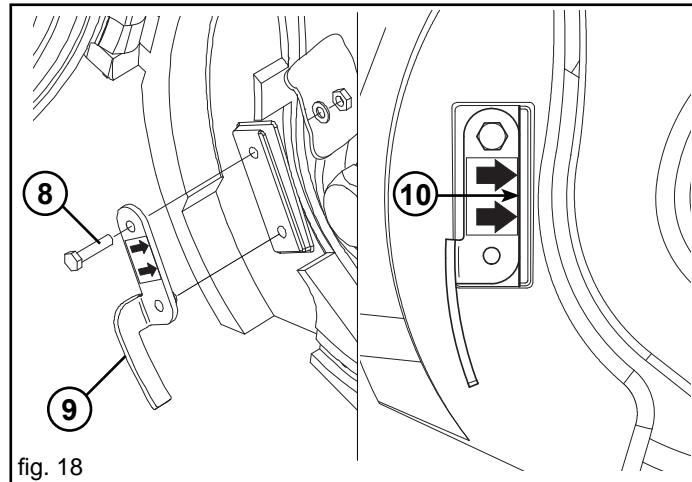

fig. 18
Togliere l'espulsore con semi di grossa pezzatura quali ad es. mais, girasole, soia, arachidi, etc.. Svitare la vite (8, Fig. 18) e togliere l'espulsore (9).
Posizionare l'espulsore seme (9, Fig. 18) come indicato. Tenendolo premuto contro il bordo ricavato nell'apposita sede (10, Fig. 18), bloccarlo con la vite (8) in dotazione. La vite va montata nel solo verso indicato in figura. Non interporre alcun tipo di spessore tra l'espulsore e la propria sede. Verificare che l'espulsore seme sia aderente al disco di semina e che non interferisca con esso. Sostituire l'espulsore seme quando vi siano evidenti segni di usura e quando il disco risulti danneggiato o deformato.